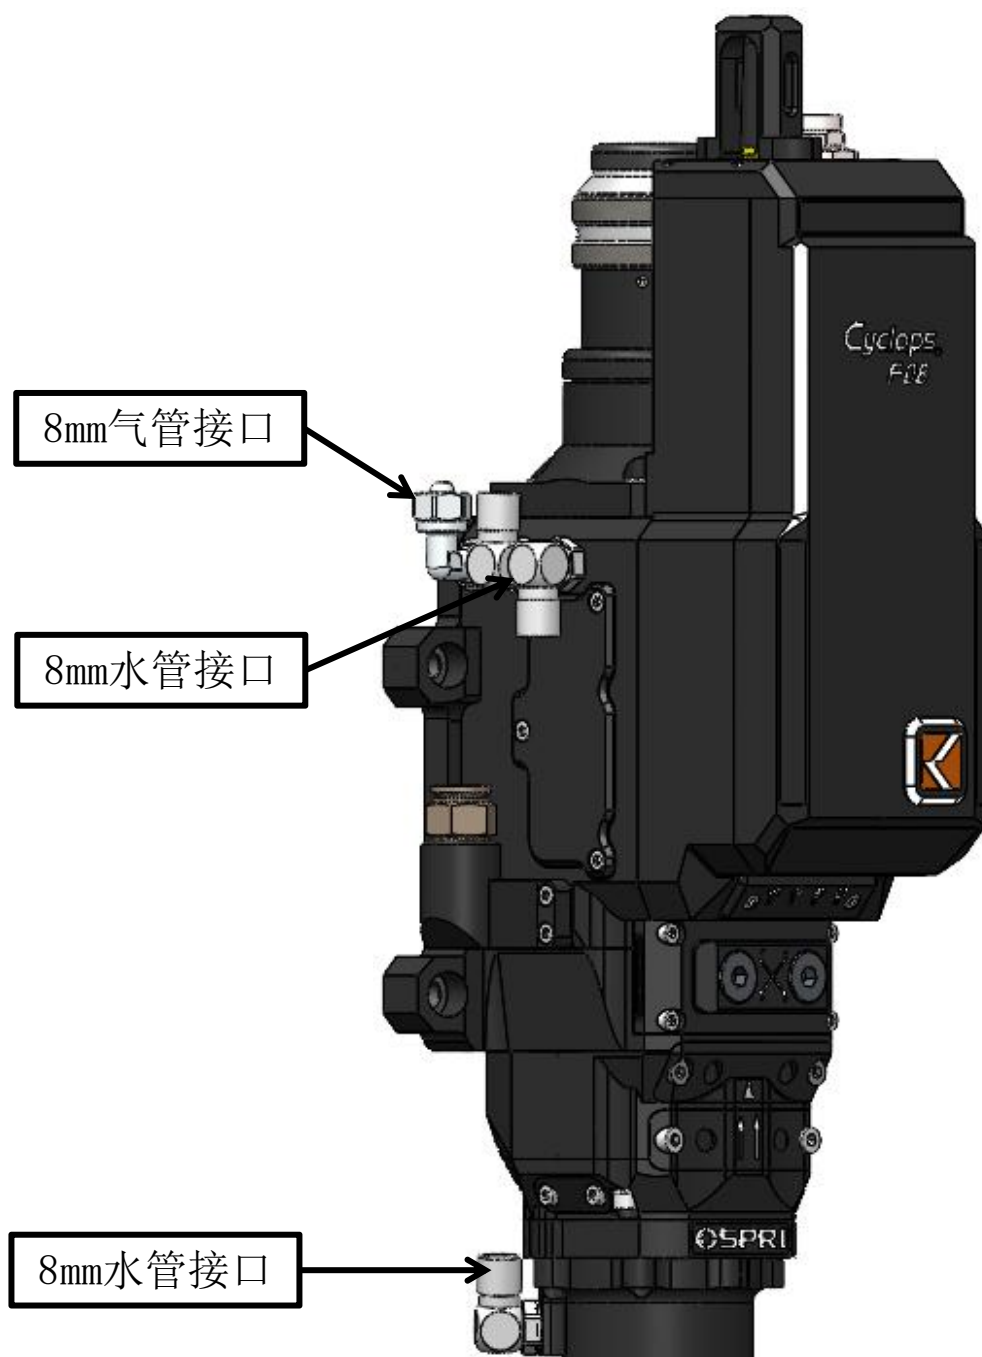

图1.5
①8mm水管接口： 用于光纤座及传感器冷却， 1进1出冷却管路， 如下图1.5所示。
② 8mm气管接口： 用于陶瓷环及喷嘴冷却， 如下图1.5所示。